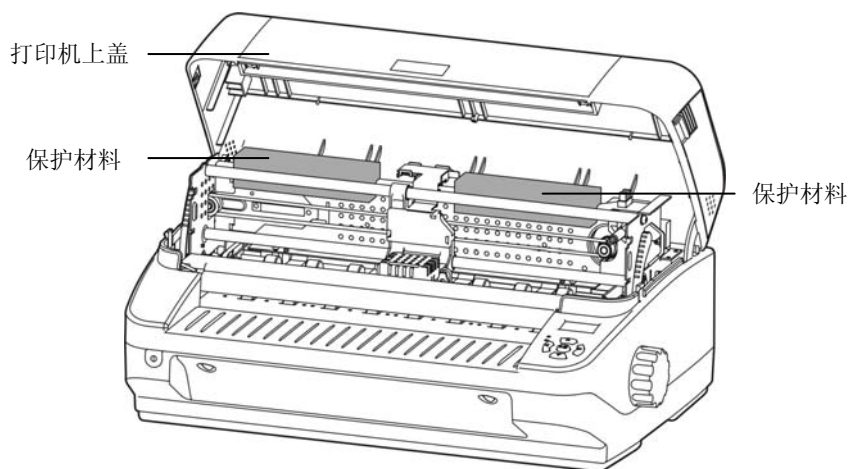

图 2-2 拆除保护材料
2. 保存好所有包装材料，以便将来运输打印机使用（如图 2-2 所示）。